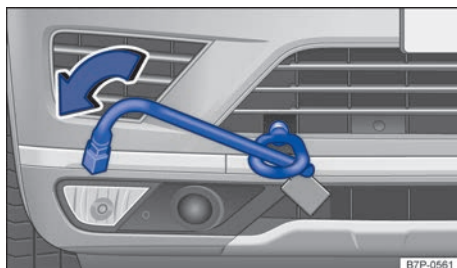

Fig. 261 En el lado derecho del paragolpes delantero: enroscar la argolla de remolque.
- Enrosque la argolla de remolque en el alojamiento girándola al máximo **en el sentido contrario al de las agujas del reloj** → fig. 261 → ⚠️. Utilice un objeto adecuado con el que pueda enroscar completa y firmemente la argolla de remolque en su alojamiento.